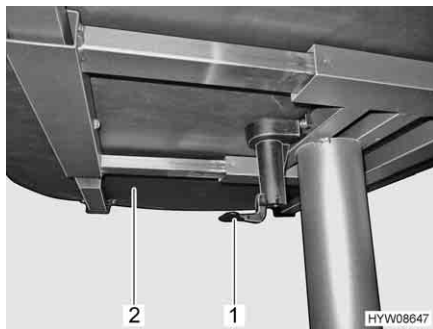

Fig. 53 Leva per spostare il piano del tavolo
- Tirare o spingere la leva (Fig. 53,1) verso il basso.
- Spingere il piano del tavolo (Fig. 53,2) nella posizione desiderata.